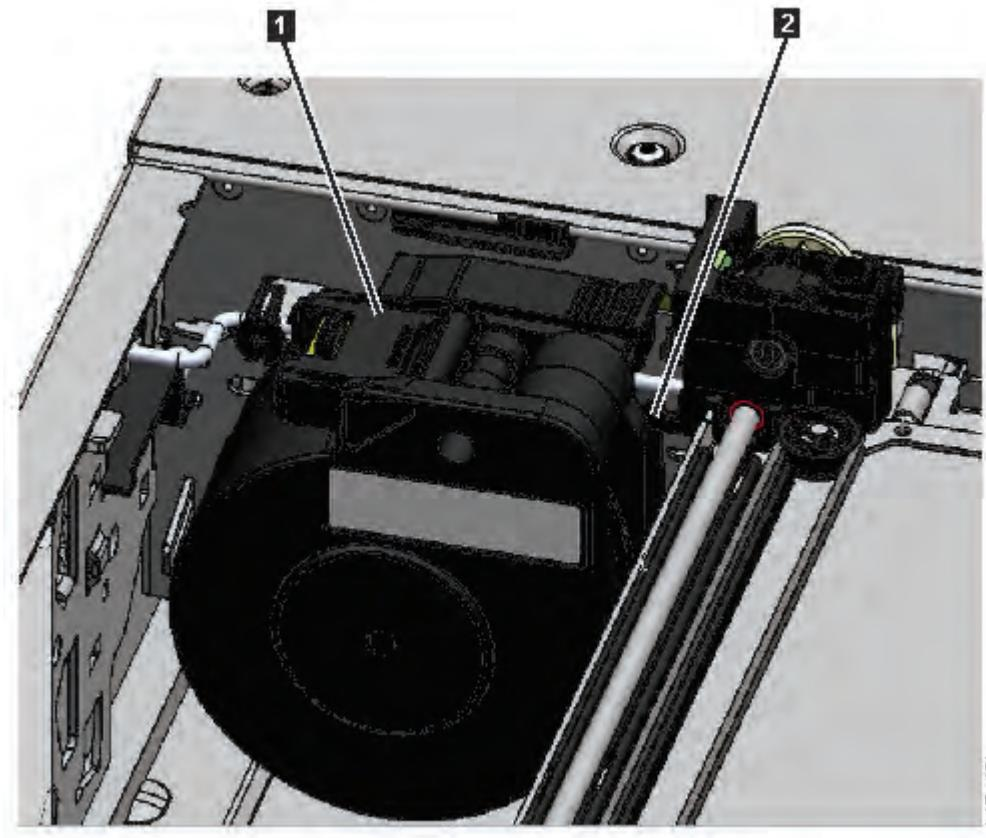

Figura 84. Cavo di spooling in posizione di parco
- Nota:** Notare che l'estremità del cavo di spooling ruota nell'accessorio. È importante sapere quando si collega il nuovo cavo di spooling all'accessorio. Vedere **2** in Figura 84 a pagina 179.
9. Posizionare il connettore di spooling (**1** in Figura 84 a pagina 179) alla posizione del parco.